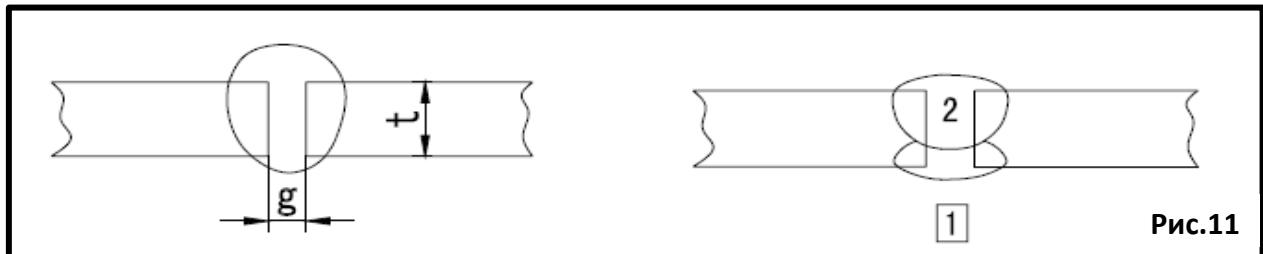

Рис.11
6.1. Параметры для сварки встык (Рис.11).